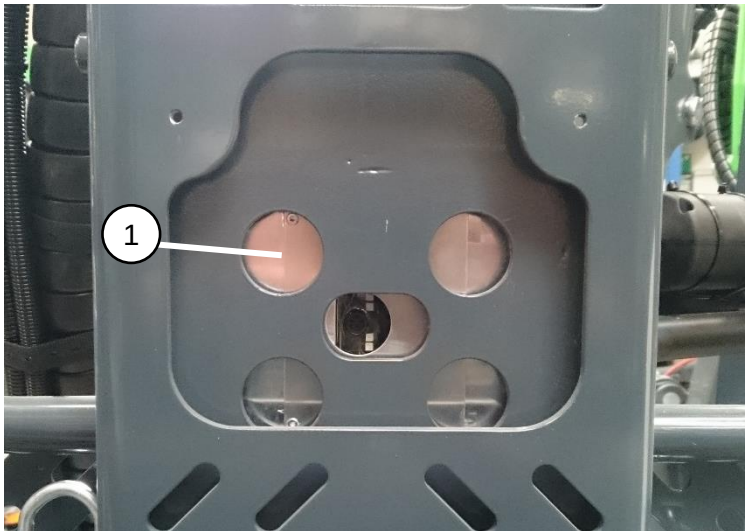

Figure 29 : Unité cellulaire de charge MOBA MRW
Le mécanisme de commande de surcharge est situé entre la plateforme de travail et le support de nacelle (Figure 29). La charge du panier est mesurée avec un capteur de charge (1) conforme à la norme EN 280.